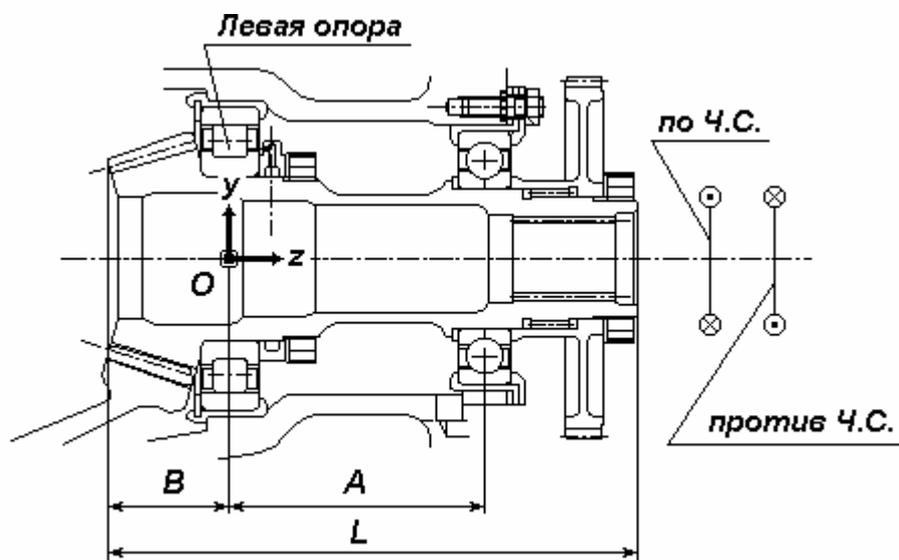

Рис. 1
1.1. Расчётная схема (пример) изображена на рис. 1
- 1.1.2. Направление вращения вала определяется при взгляде со стороны левой опоры (рис. 1).
- 1) Расположение конуса – выбирается из списка: правое или левое. Определяется положением вершины конуса относительно плоскости внешних вершин зубьев при взгляде со стороны оси X (рис. 1),